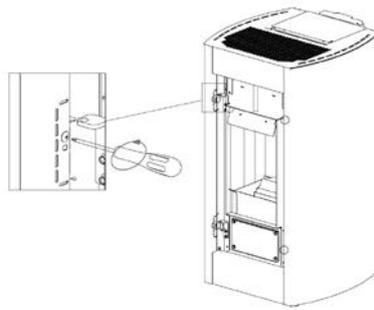
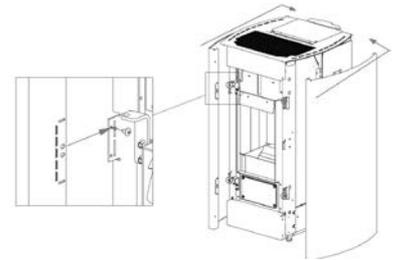

Fig. 57 - Rimozione viti
Fig. 58 - Rimozione fianchi
- Svitare le 4 viti anteriori e rimuovere i fianchi (vedi **Fig. 57 e Fig. 58**).